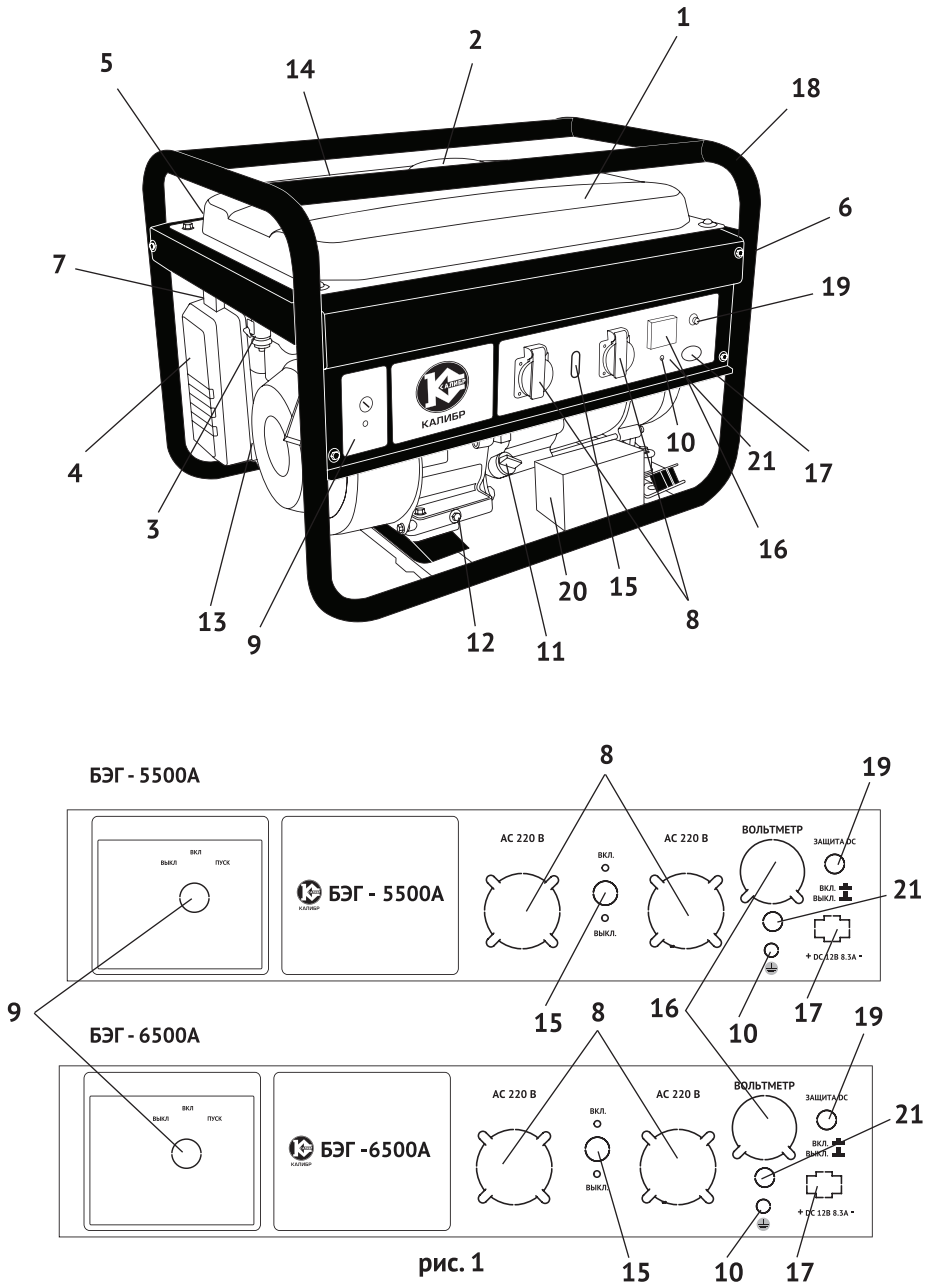

рис. 1
генератора. Передача осуществляется через коническое сопряжение ротора генератора и вала двигателя. При этом образуется самоцентрирующаяся трёхпорная схема соединения. С обмоток статора генератора напряжение подводится: через систему стабилизации на розетки переменного тока (рис.1 поз.8); через выпрямительный блок на розетку постоянного тока (рис.1 поз.17).
2.4 Общий вид бензогенератора схематично представлен на рис.1
3.2 Бензогенератор оснащён одноцилиндровым четырёхтактным двигателем внутреннего сгорания с верхним расположением клапанов и нижним расположением коленчатого вала. Верхнее расположение клапанов снижает теплонапряжённость двигателя. При этом достигается более высокая выходная мощность в меньшем рабочем объёме при эффективном сгорании топлива. Двигатель имеет карбюраторную систему питания. Смазка осуществляется разбрызгиванием масла в картере. Пуск двигателя осуществляется или ручным тросовым возвратным стартёром или замком зажигания (рис.1 поз.9) электрического стартёра.
3.4 Двигатель и генератор закреплены на трубчатой раме (рис.1 поз.18) через амортизаторы, что снижает вибрацию аппарата и уменьшает уровень шума при работе. Все элементы бензогенератора имеют удобный доступ для обслуживания и ремонта.
Электрическая сеть подключения потребителей относится к системе с изолированной нейтралью, предусматривающей защитное заземление открытых токопроводящих частей корпуса. В зависимости от местных условий (состав грунта, его влажность и т.п.) изменяется качество заземления. Во всех случаях защитное заземление должно иметь сопротивление не более 4-х Ом. Во время работы бензогенератора его клемма заземления (рис.1 поз.10) должна быть подсоединена к заземлителю. Практически это требование может быть реализовано следующими способами:
Выкрутите пробку-щуп из маслозаливной горловины (рис.1 поз.11) и залейте в картер масло необходимой марки до нижнего края горловины. Вставьте сухой чистый щуп в горловину картера и выньте его. Проверьте уровень масла: граница смоченной области щупа должна располагаться между отметками минимального и максимального уровней.
5.3.1 Отключить всех потребителей переменного и постоянного тока от генератора. Перевести автоматический выключатель (рис.1 поз.15) в положение «ВЫКЛ».
- перевести выключатель зажигания (рис.1 поз.9) в положение «ВКЛ»;
- открыть топливный кран (рис.1 поз.3);
- перевести рычаг управления воздушной заслонкой (рис.1 поз.7) в крайнее левое положение «закрыто» при пуске холодного двигателя (для прогрева двигателя рычаг устанавливается в промежуточном положении);
- резко, с усилием потяните рукоятку стартера (рис.1 поз.13) до упора, повторите действие ещё раз, если двигатель не завёлся.
После прогрева двигателя в течение 10-40 секунд (в зависимости от начальной температуры), перевести рычаг воздушной заслонки (рис.1 поз.7) в крайнее правое положение «открыто».
- перевести тумблер автоматического выключателя (рис.1 поз.15) в положение «ВЫКЛ.»;
- отключить потребителей электроэнергии от розеток (рис.1 поз.8);
- перевести ключ замка зажигания (рис.1 поз.9) в положение «ВЫКЛ.»;
- закрыть топливный кран (рис.1 поз.3).